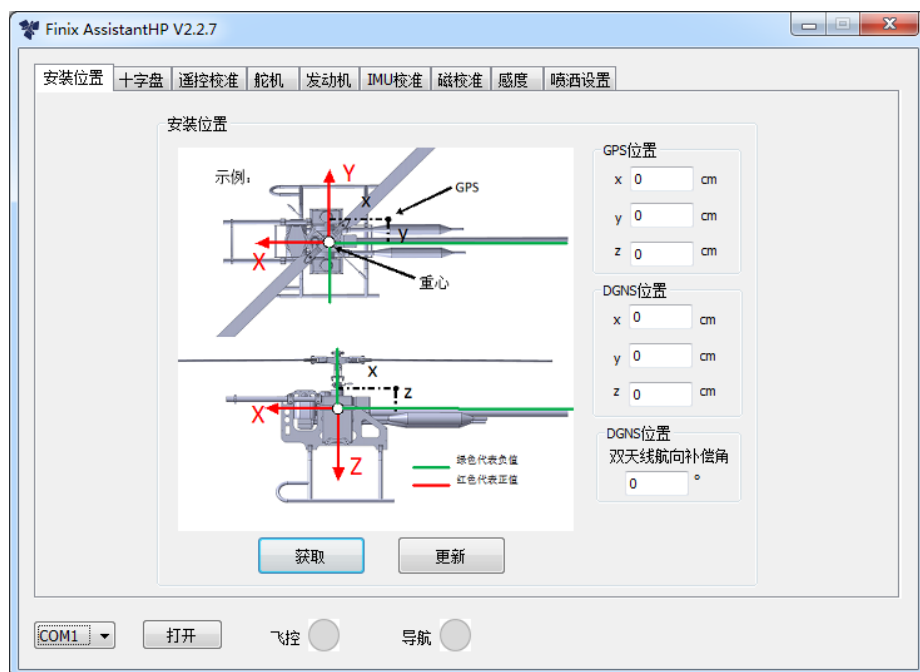

图 4-6 安装位置窗口
1. 通过 USB 线缆将数传模块地面端或航灯连接到 PC 后，双击打开 Finix Assistant HP 调参软件，进入安装位置窗口，如图 4-6 所示。